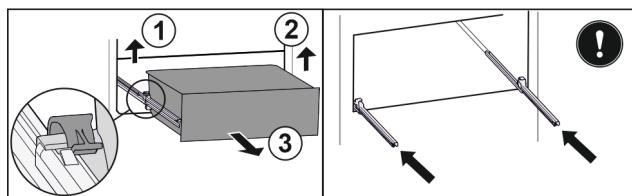

Fig. 97
► Ridicați clema din stânga și trageți concomitent sertarul din stânga spre înainte. Fig. 97 (1)
► Ridicați clema din dreapta și trageți concomitent sertarul din dreapta spre înainte. Fig. 97 (2)
► Extragăți sertarul spre înainte. Fig. 97 (3)